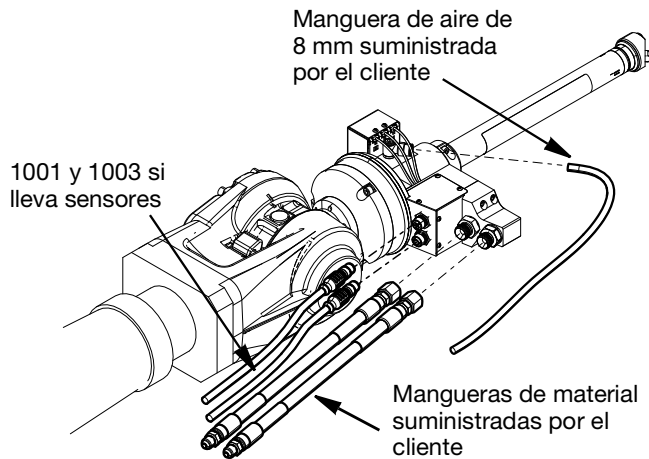

FIG. 7
2. Desconecte la manguera de entrada de material y la manguera de retorno del material. Utilice siempre dos llaves cuando afloje la conexión de la manguera de alta presión. Consulte la FIG. 7.
3. Desconecte la manguera de aire de 8 mm. Consulte la FIG. 7.
conector de 8 clavijas (1003), de estar equipado. Consulte la FIG. 7.